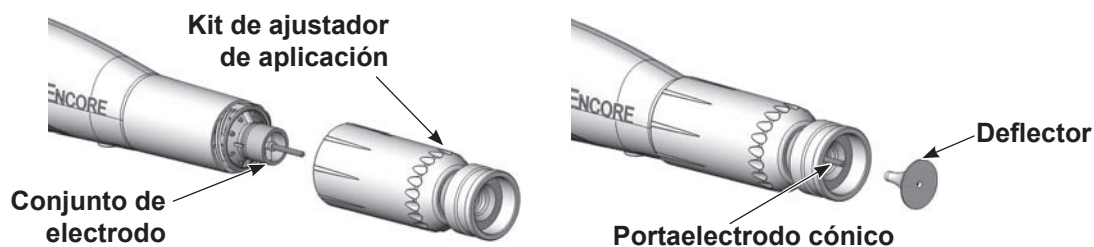

Figura 4-9 Instalación del kit de ajustador de aplicación
3. Ver la Figura 4-9. Instalar la boquilla cónica integral en el conjunto de electrodo y atornillar la tuerca de la boquilla en sentido horario y apretarlo con las manos.